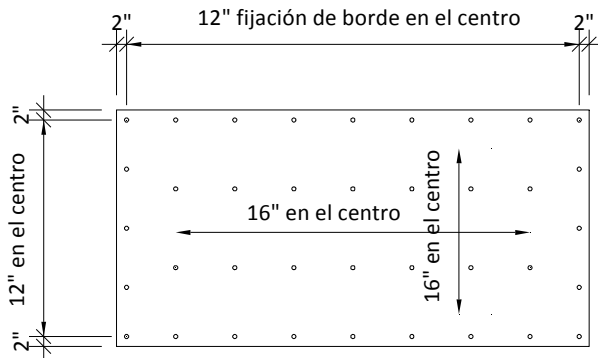

Fig.6 - Diagrama de espaciado de sujetadores
3. El espacio entre los sujetadores suele ser de 12" en el centro a lo largo de todos los bordes del panel y 16" en el centro a lo largo de la mitad del panel. Para asegurarse de que los bordes no se dañen, los sujetadores deben permanecer a un mínimo de 2" de los bordes del panel. Vea fig. 6